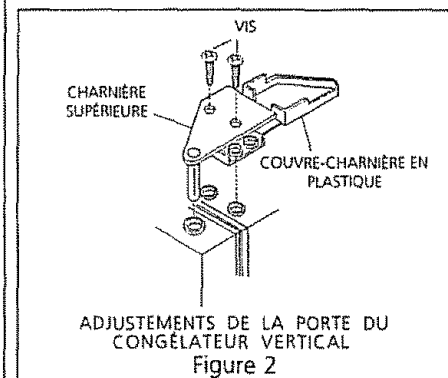

Figure 2
- 4 En haut de la caisse, enlevez le couvre-charnière en plastique et rabattez-le (Figure 2).
- **Sur les modèles horizontaux** avec vidange de l'eau de dégivrage, placez un récipient creux ou le diviseur/plateau de dégivrage (fourni avec certains modèles) sous l'orifice de vidange (Figure 2). Un adaptateur de tuyau de jardin d'un demi-pouce peut servir à vidanger le congélateur directement dans un drain de plancher (Figure 3). Sortez la bonde à l'intérieur du congélateur et enlevez le bouchon de vidange extérieur (Figure 4).